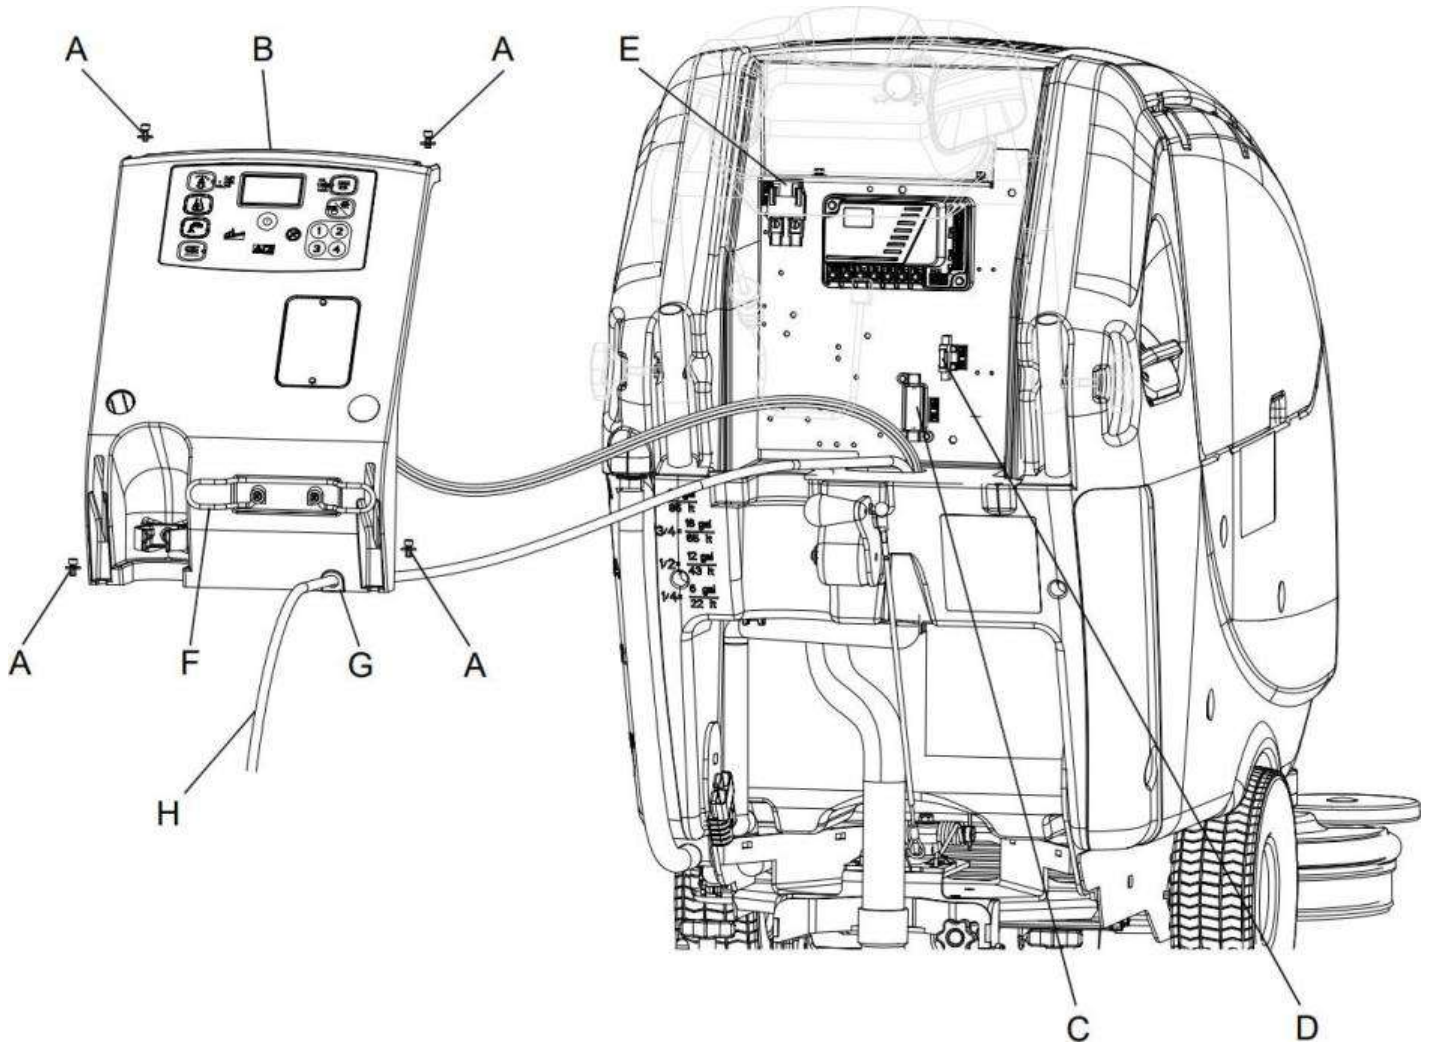

Figure 15
*L'opération de vidange peut être effectuée même avec le réservoir du détergent (45) plein d'eau ; de cette façon on effectue un lavage à fond du système. Il est convenable d'effectuer ce type de vidange lorsque le système est très sale/incrusté après de longues périodes d'inactivité/d'absence de nettoyage de la machine.*
*L'opération de vidange peut être effectuée aussi pour accélérer le remplissage du tuyau d'alimentation du détergent avec le conteneur (45) plein et le système encore vide.*
1. Débrancher le connecteur (12) des batteries.
2. Déplacer le tuyau de vidange de l'eau de récupération (16).
3. Si équipé, déposer le câble (H, Fig. 15) du chargeur de batterie du logement (F).
4. Déposer les vis (A) et déplacer le tableau (B) avec soin en dégageant la bague en caoutchouc (G) de son logement dans le tableau (B).